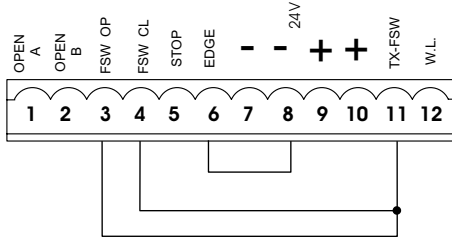

Fig. 33
N.B. Si on n'utilise aucun dispositif de sécurité, ponter les bornes d'après la fig. 33.
Nota bene: Si on ne connecte aucun dispositif de sécurité en ouverture, ponter les entrées OP et -TX FSW (fig. 33).
Nota bene: Si on ne connecte aucun dispositif de sécurité en fermeture, ponter les bornes CL et -TX FSW (fig. 33).
Notabene: Si les dispositifs de sécurité bord ne sont pas connectés, ponter les entrées EDGE et -. (fig. 33).